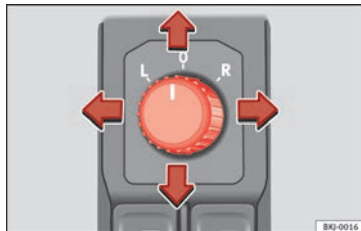

Fig. 150 Commande des rétroviseurs extérieurs.
1. Tournez le bouton rotatif » **fig. 150** en position **L (rétroviseur extérieur gauche)**.
– Tournez le bouton rotatif » fig. 150 en position  pour rabattre les rétroviseurs extérieurs. Pour éviter tout dégât, il est conseillé de toujours rabattre les rétroviseurs extérieurs lorsque vous passez dans une installation de lavage automatique.